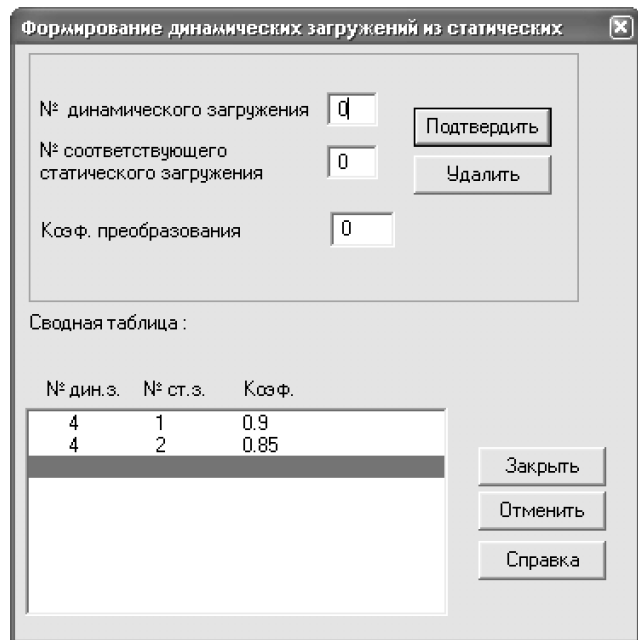

Рис.5.21. Диалоговое окно Формирование динамических загрузений из статических
- Вызовите диалоговое окно **Формирование динамических загрузений из статических** из меню **Нагрузки ⇒ Динамика ⇒ Учет статических загрузений** (рис.5.21).